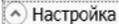

Рисунок 7.18
7) Выбрать вариант источника питания, для чего щелкнуть по кнопке в подразделе "Источник:" поля "Настройка" (рисунок 7.18) и выбрать из выпадающего списка "Внешний" (при использовании нерегулируемого источника) или "Регулятор" (при использовании источника с плавной регулировкой напряжения).
8) Установить значение междуфазного напряжения, при котором опыт XX проводился на заводе-изготовителе, или значение которое было получено при проведении предыдущего опыта XX, для чего в подразделе "НОМИН. НАПРЯЖЕНИЕ (В):" в поле "Настройка" (рисунок 7.18) выбрать необходимое значение из выпадающего списка (400 или 230 В) или ввести иное значение в поле ввода.
9) Установить количество фаз проверяемого трансформатора, для чего щелкнуть по кнопке в подразделе "КОЛИЧЕСТВО ФАЗ" в поле "Настройка" (рисунок 7.18) и из выпадающего списка выбрать "Одна фаза" или "Три фазы".
11) Свернуть поле "Настройка", для чего щелкнуть по кнопке  (рисунок 7.18).
12) Развернуть поле "Величины", для чего щелкнуть по кнопке  (рисунок 7.18).
16) Развернуть поле "Измерение", щелкнув по кнопке  (рисунок 7.18).